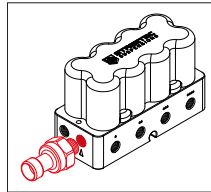

Abb. 4: Ventilblock
1. Montage direkt in den seitlichen Anschluss des Ventilblocks (Abb. 4)